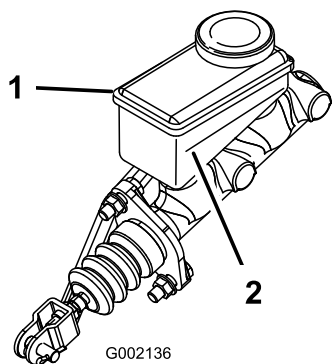

Рисунок 65
5. Проверьте уровень жидкости в боковой части бачка (Рисунок 65).
- В. Доливайте тормозную жидкость DOT 3 в бачок, пока ее уровень не будет выше отметки «Минимум» (Рисунок 65).